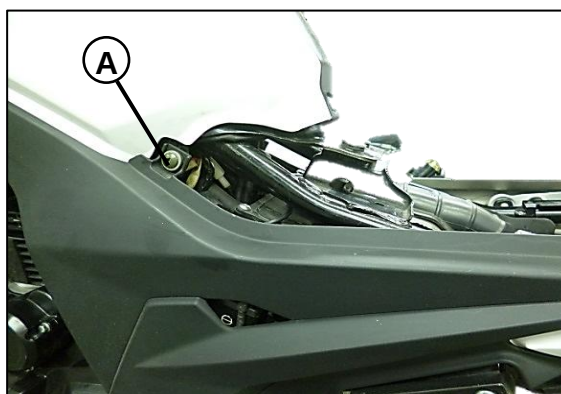

Fig.02
Remover las tapas laterales R y L (A) de ambos lados y halar suavemente en los dos extremos de la tapa, y levantarla hacia arriba para liberarla. **Fig.02**